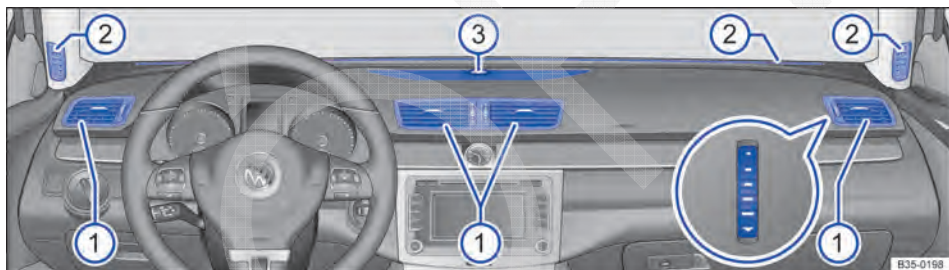

Fig. 185 No painel de instrumentos: difusores de ar.
Para que uma potência de aquecimento, uma refrigeração e uma entrada de ar suficientes sejam atingidas no interior do veículo, os difusores de ar ⇒ Fig. 185 ① devem ser mantidos sempre abertos.
- Para abrir e fechar os difusores de ar, girar o botão recartilhado (imagem ampliada) para a direção desejada. Se o botão recartilhado estiver na posição ②, então o difusor de ar em questão está fechado.